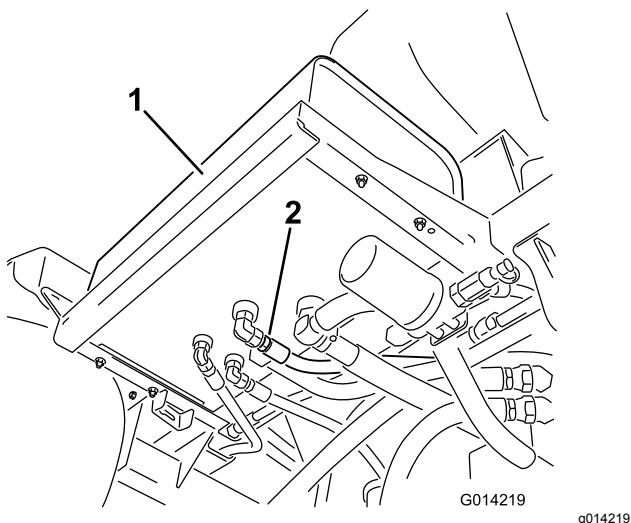

Рисунок 94
2. Очистите зону вокруг штуцера гидравлического шланга в нижней части гидравлического бака (Рисунок 94).
4. Снимите шланговый штуцер с бака и дайте рабочей жидкости стечь в поддон (Рисунок 94).